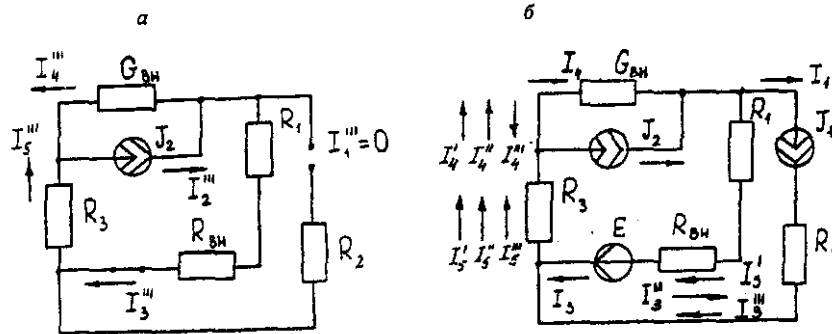

Рис. 1.6. Схема электрической цепи для определения составляющих токов в ветвях, вызванных источником тока (а) и при исключении (б)
Определяем составляющие токов в ветвях (I_3''' , I_4''' , I_5'''), вызванные источником тока (J_2) (рис. 1.6, а) при исключении источника тока (J_1) и источника, э. д. с. (E) которого закорачивается. Направление токов в ветвях определяется согласно направлению (J_2).
Действительные токи в ветвях определяем как алгебраическую сумму составляющих, вызванных каждым из источников энергии (см. рис. 1.6, б):